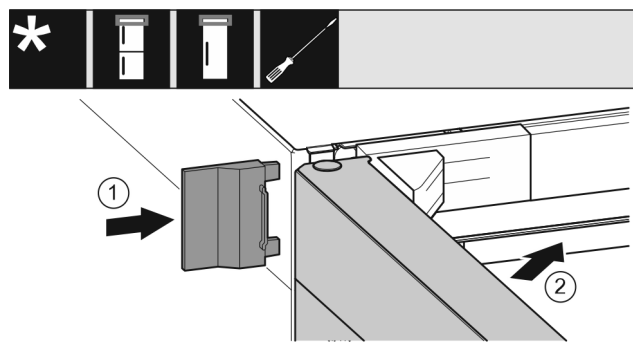

Fig. 23
- ▶ Buitenste afdekking erop schuiven. Fig. 23 (1)
- ▶ Bovenste deur sluiten. Fig. 23 (2)